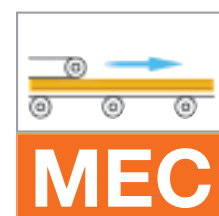

Fig.1 Incisor / Tritrador
- La disposición más común en perfiladoras dobles es con incisor y triturador en contra del avance (fig.1) o doble triturador a favor del avance (fig.2) y ranuras en "V" para máquinas especiales Folding (fig.3).